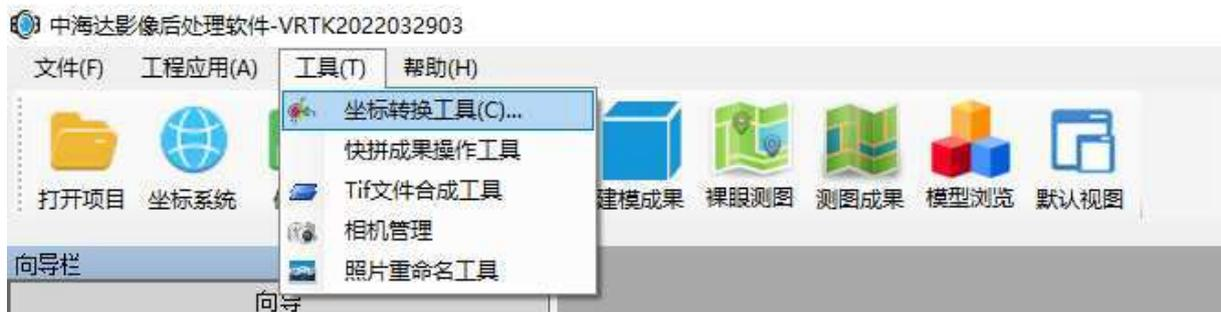

图 2-5 坐标转换工具启动界面
**不知道参数，想求取参数并生成\*.dam文件。**您可以采用坐标转换工具进行求取，第一步，点击软件菜单栏中的『工具』的【坐标转换工具】，启动坐标转换工具，如图2-5所示。第二步，在打开的界面中，点击【参数设置】按钮，在弹出的参数设置界面，设置源椭球，目标椭球，同时输入投影参数，点击确定，如图2-6所示。第三步，在打开的坐标转换工具界面中，点击【实用工具】下的【参数计算器】，在打开界面中输入点对坐标，如图2-7所示，点击求取七参数或者四参数+高程拟合参数，最后点击【生成坐标系统】按钮，此时就在软件安装目录文件夹下的GeoPath文件夹下生成了一个\*.dam文件。